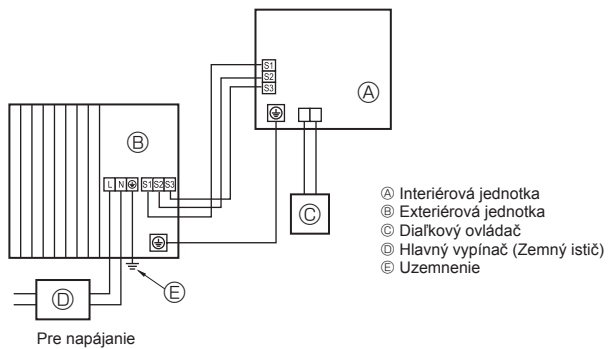
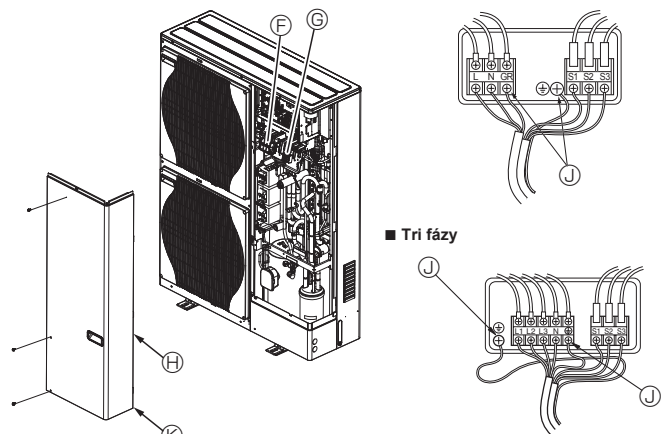

Fig. 5-1
Fig. 5-2
5.1. Exteriérová jednotka (Fig. 5-1, Fig. 5-2)
- ① Zložte servisný panel.
- ② Zapojte káble podľa Fig. 5-1 a Fig. 5-2.